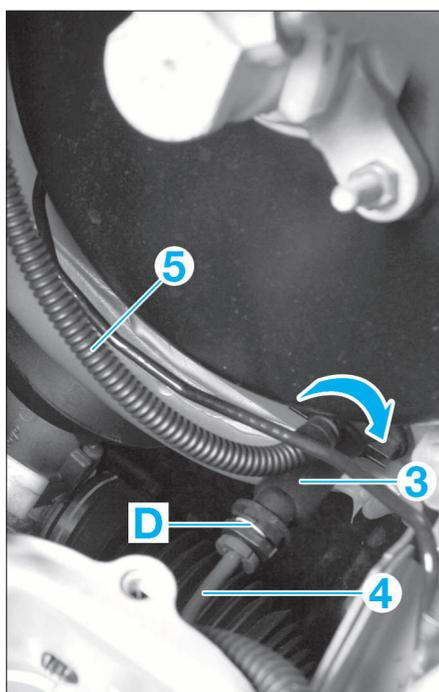

FIG. 8
- Déverrouiller le cylindre émetteur d'embrayage (3) par rotation (suivant flèche) (Fig.8).